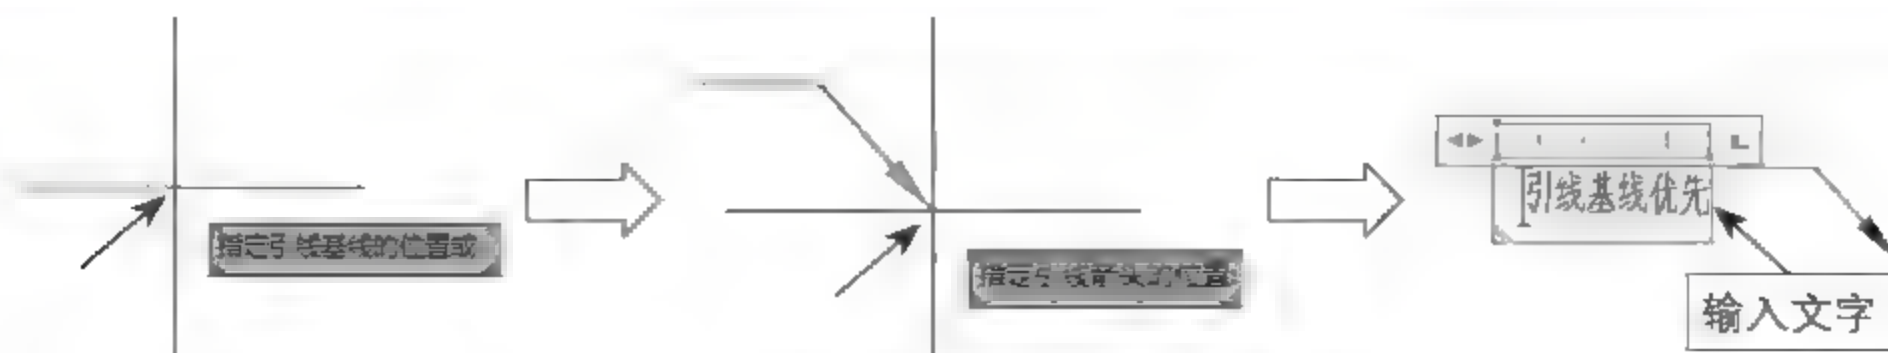

图5-97 【引线基线优先】创建引线标注
- 引线基线优先(L):选择该选项，首先指定引线基线的位置，操作过程如图5-97所示 命令行提示如下。